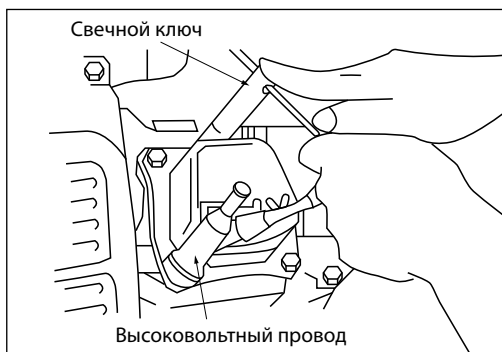

Рис. 23
3. Открутите свечу зажигания свечным ключом и осмотрите ее. Электроды свечи должны иметь светло-коричневый цвет (рис. 23).